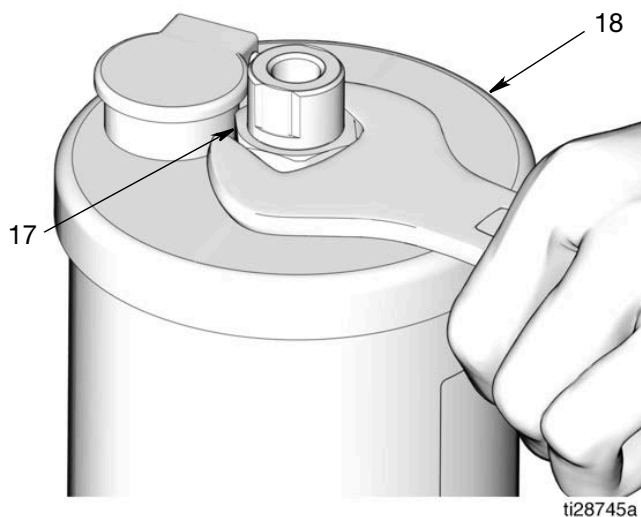

ABB. 14
Mit einem Schraubenschlüssel die Mutter (17) lösen und von der Behälterabdeckung (18) entfernen (ABB. 14).